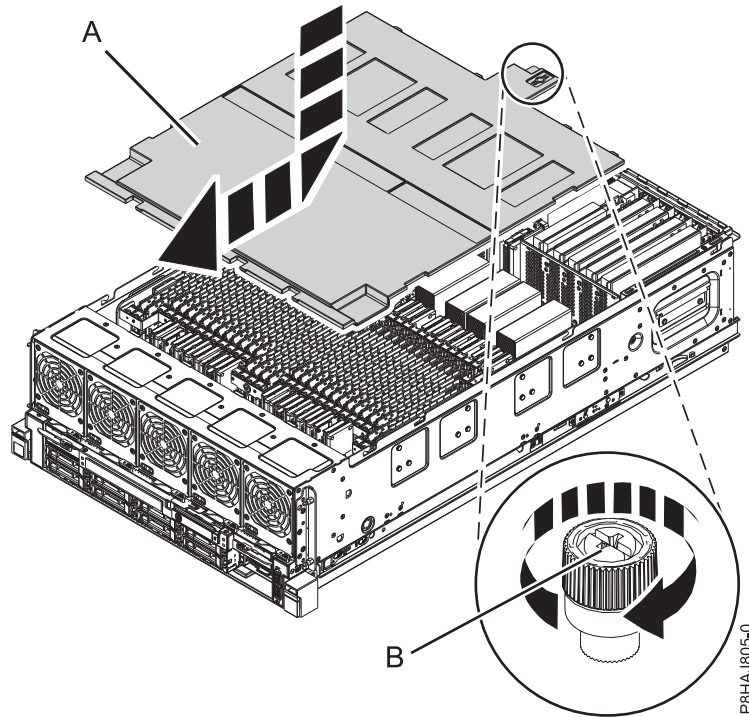

Figura 32. Sustitución de la cubierta de seguridad
2. Presione la cubierta de seguridad (A) hacia el chasis.
3. Apriete el tornillo de mano (B) girándolo en la dirección que se muestra en Figura 32 en la página 55 para fijar la cubierta de seguridad en el chasis.